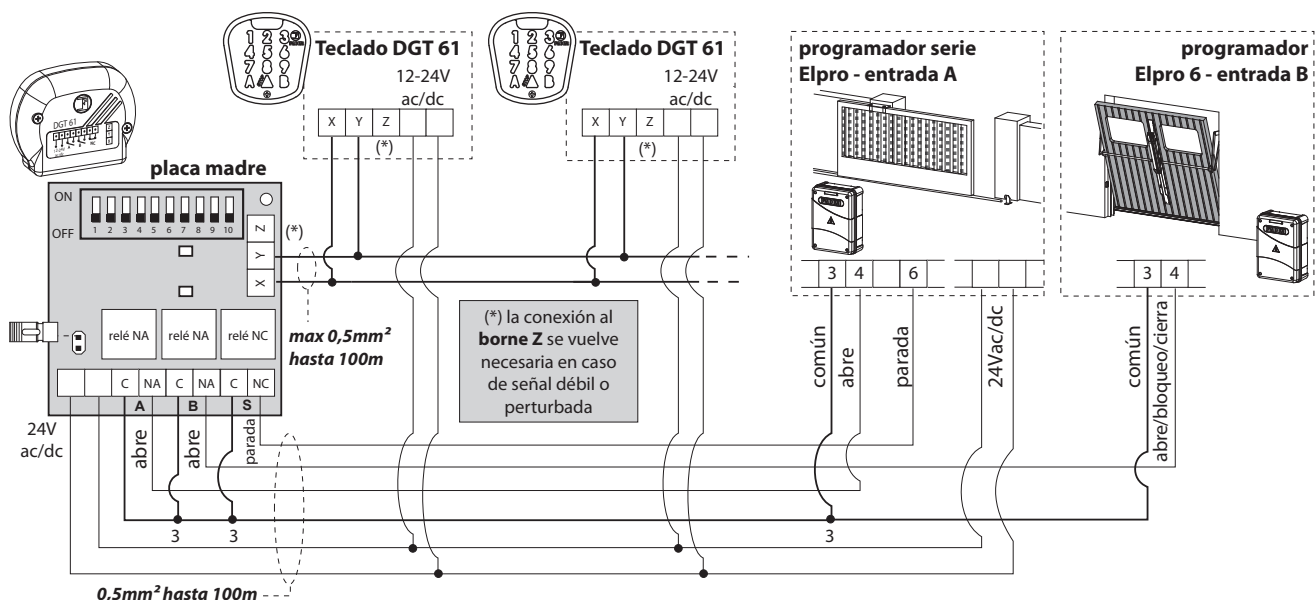

Fig. 8
- 1) Realizar las conexiones eléctricas de la **PLACA MADRE** (Fig. 8).
Realizar las conexiones eléctricas entre el tablero de pulsadores, la placa madre y el programador de la serie Elpro (o un relé de mando). Fig. 8.
Realizar las conexiones eléctricas de la placa madre al programador (Fig. 8) o al relé de mando exterior, **a continuación memorizar un código de acceso en las salidas deseadas**. Las funciones pueden aplicarse a una o ambas salidas, aún distintas entre sí, mientras que unos códigos distintos en cada relé desarrollan siempre la misma función.